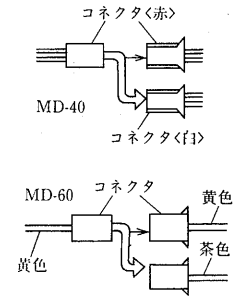

図2
②40TF₁-F〈L〉、60TF₁-F〈L〉形を50Hzでご使用いただく場合、図2の通り電気品箱にてコネクタを差し替えてください。